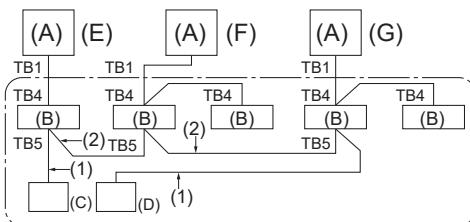

Fig. 9-1
9. Contrôle du système (Fig. 9-1)
- (A) Appareil extérieur